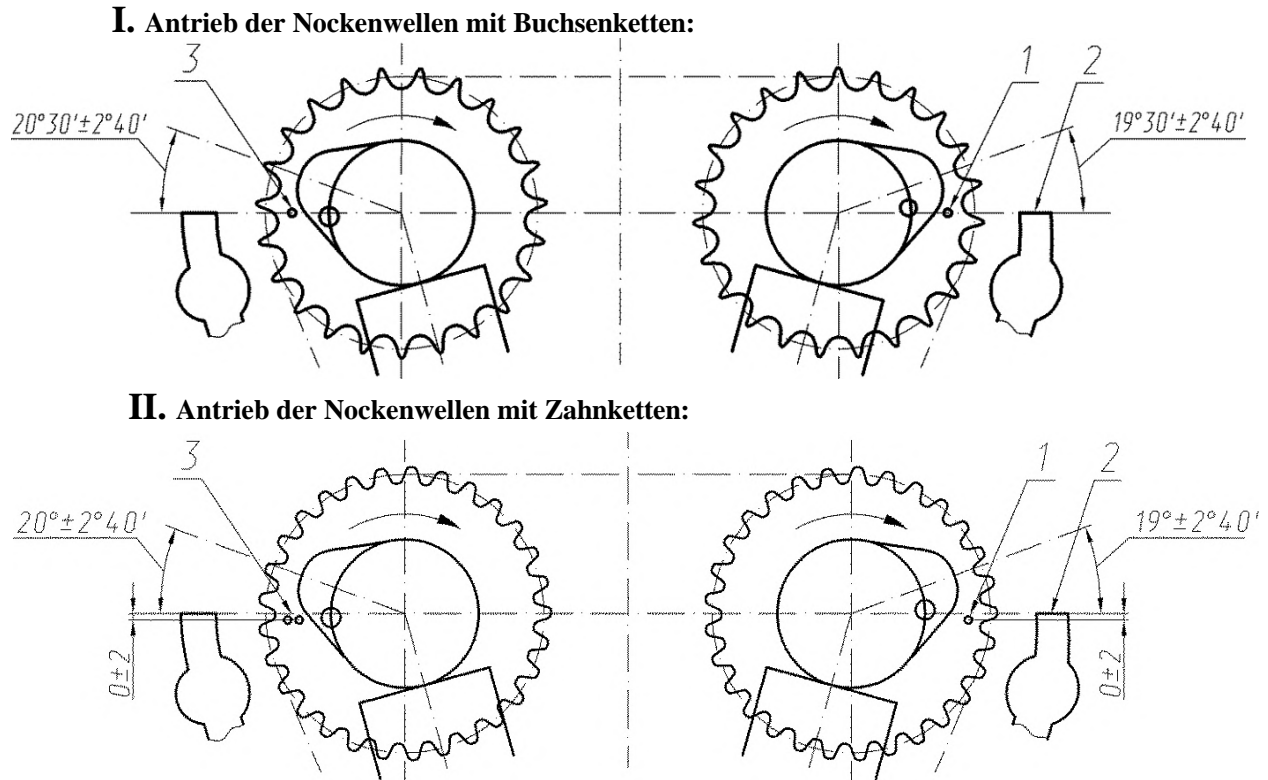

Abb. 104. Schematische Darstellung der Position der Nockenwellen bei Kolbenstellung des ersten Zylinders im oberen Totpunkt des Kompressionstakts:
Dabei müssen die Nocken der Nockenwellen des 1. Zylinders und die Markierungen auf den Sternrädern der Nockenwellen gemäß Abb. 104 angeordnet sein.
2. Sektor 3 (Abb. 105) hinter dem ersten Nocken der Einlassventil-Nockenwelle anbringen – Ansicht „A“. Sektor 3 gegen die Oberseite des Zylinderkopfs 5 drücken, die Nockenvorlage 252° mit dem Zeiger 2 an die Oberfläche des ersten Nockens der Einlassnockenwelle anlegen und fest andrücken. Dabei muss der Zeiger der Nockenvorlage 252° auf dem Sektor den Winkel gemäß Abb. 104 anzeigen.
Falls der gemessene Winkel außerhalb der Toleranz liegt (Abb. 104), das Ritzel abnehmen und die Schritte ab Punkt 6 unter Verwendung einer anderen zusätzlichen Einstellbohrung wiederholen.
Sollte der gemessene Winkel außerhalb der Toleranz liegen (Abb. 104), das Ritzel abnehmen und die Schritte ab Punkt 8 unter Verwendung einer anderen zusätzlichen Einstellbohrung wiederholen.
14. Die Einstellung der Ventilsteuerzeiten ist mit Hilfe des Sektors und der 252°-Nockenvorlage mit Pfeil wie oben beschrieben zu überprüfen. Liegt der gemessene Winkel außerhalb der Toleranz (Abb. 104), muss die Einstellung der Ventilsteuerzeiten unter Verwendung anderer Einstellbohrungen wiederholt werden.